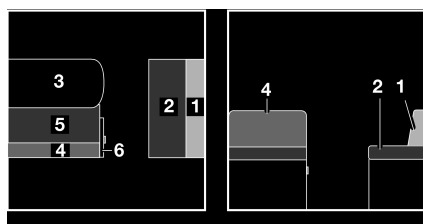

Fig. 120 Avant la transformation
- Agrandir la table (Fig. 120,3) et la transformer en sommier de lit (voir paragraphe 7.7).
- Tirer la poignée et ouvrir le portillon (Fig. 120,6).